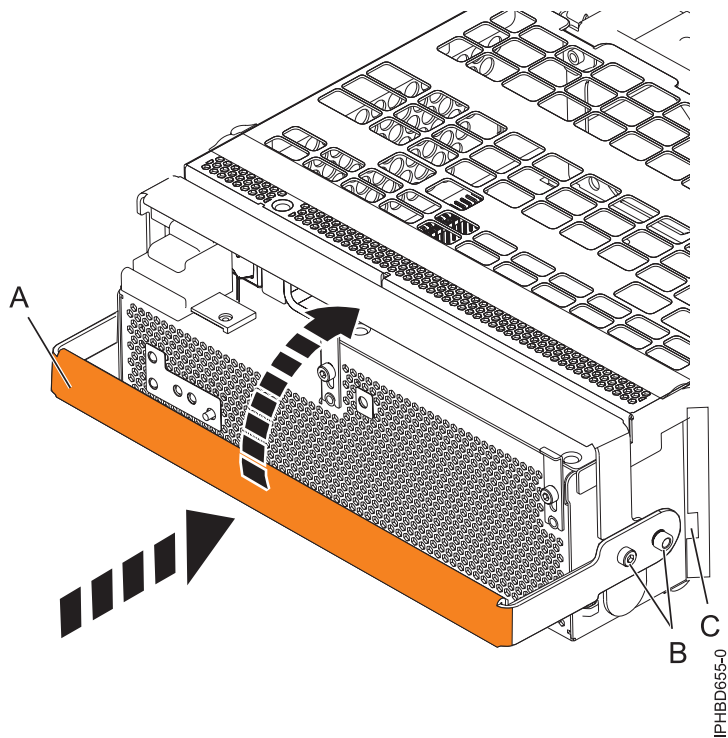

Figure 62. Remplacement d'un bloc d'alimentation
10. Pour remplacer l'alimentation électrique, avec la poignée de verrouillage (A) en position ouverte, insérez l'alimentation électrique dans l'unité d'extension comme indiqué à la figure 62, à la page 82.
11. Fermez le levier de verrouillage (A) jusqu'à ce que le bloc d'alimentation soit maintenu en place.